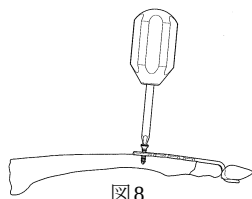

図 8
- 8) 選択した長さの 3.5 コーティカルスクリューを、鎖骨用ショートドライバーを用いて挿入します。(図 8)